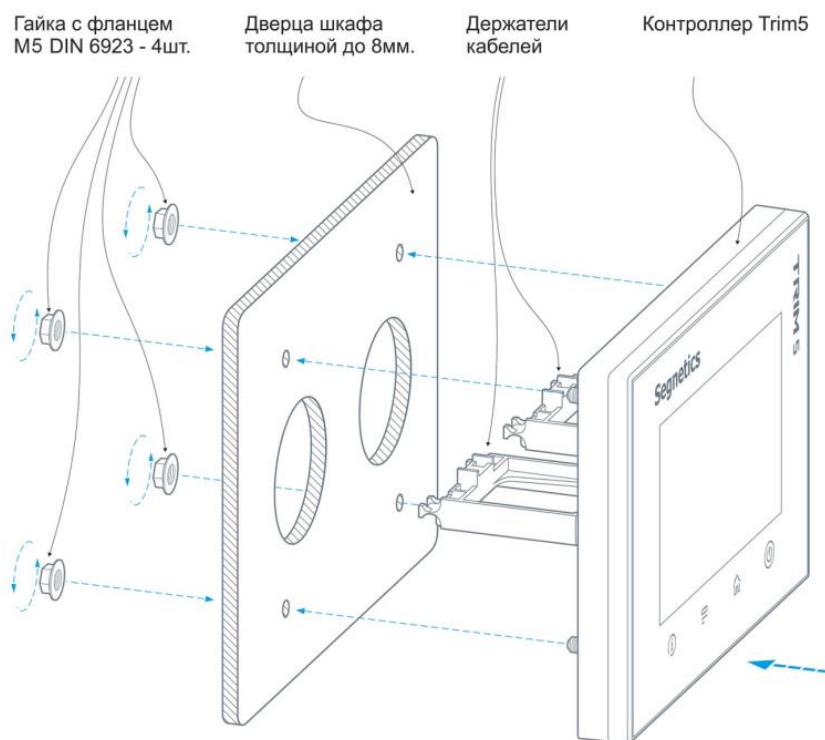

Рисунок 21
- Установить контроллер в отверстия дверцы шкафа (рисунок 21)